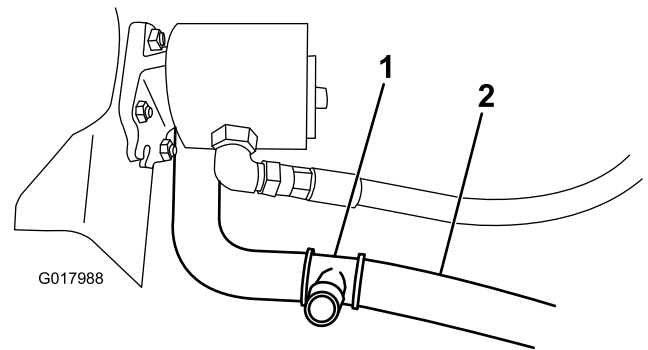

図 17
2. 下側ラジエーターホースを、90°の曲がりのセンサーラインから89 mmの所で切断する 図 17。
3. 切断した部分に字フィッティングを入れ、幅広のホースクランプ2個で固定する 図 17。